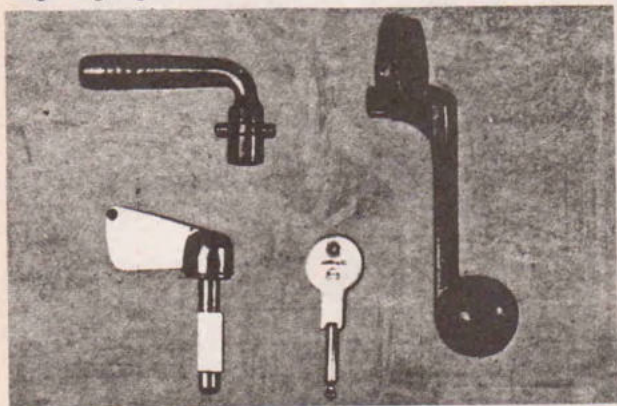

Abb. 7
- Bei Arbeiten an Brennkrafttriebfahrzeugen sind die Steuer- und Schalteinrichtungen zu sperren. Die abnehmbaren Schalt- und Bedienungsgriffe sind abzuziehen und sicher zu verwahren (vgl. Abbildung 7).